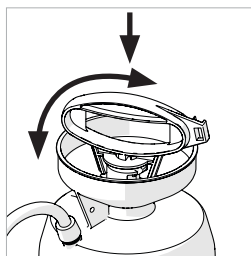

Fig. 1
- Premere verso il basso e girare la maniglia fino a che non si trova nella posizione intermedia di sblocco. (**Fig. 1**)